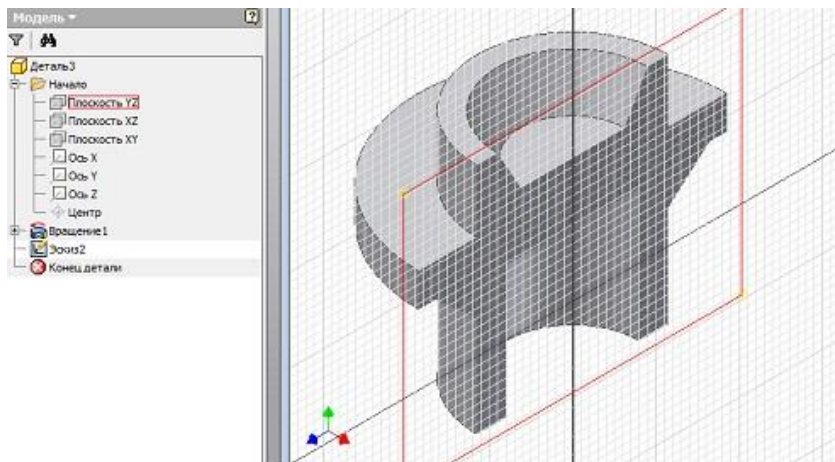

Рисунок 4.4
- Выберите на главной панели инструментов команду  **Эскиз** и выполните щелчок левой кнопки мыши на плоскость «YZ» в подменю «Начало», в левом нижнем углу экрана. На экране появится сетка (рисунок 4.4).